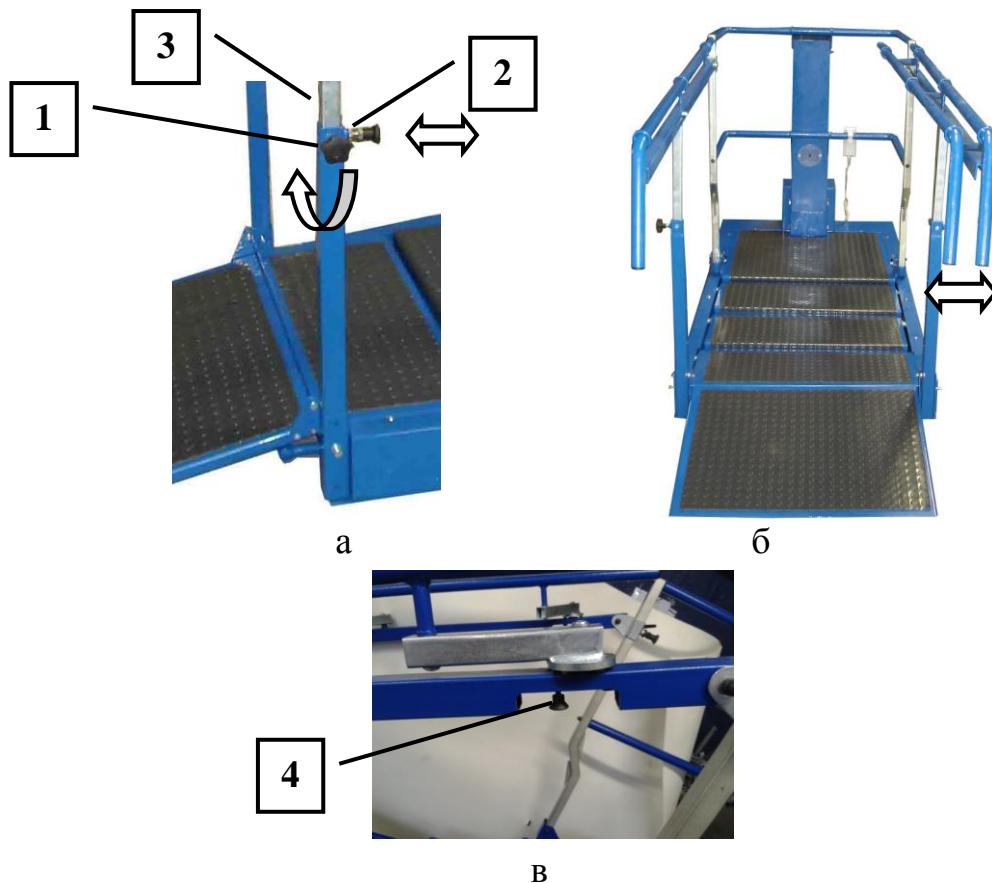

Рисунок 7 – Регулировка высоты и ширины поручней брусьев
- произвести регулировку высоты каждого поручня (рисунок 7а), выставлять их горизонтально (параллельно полу), при этом соблюдать пункт 5 – меры безопасности при работе на тренажёре:
- ослабить винт-фиксатор (рисунок 7а поз. 1) поручня брусьев повернув их против часовой стрелки;
- извлечь шпильку-фиксатор (рисунок 7а поз. 2) из вертикальной стойки брусьев;
- поднять или опустить на требуемую высоту поручень брусьев (при этом держась за трубу (рисунок 7а поз. 3) для более удобной регулировки);
- закрутить винт-фиксатор (рисунок 7а поз .1) по часовой стрелке;
6.3.3 Отрегулировать ширину между поручнями брусьев (рисунок 7б)
Ширина между поручнями брусьев регулируется путем разблокирования двух шпилек-фиксаторов, установки требуемой ширины между поручнями и затем фиксацией шпилек –фиксаторов (рисунок 7в поз. 4).